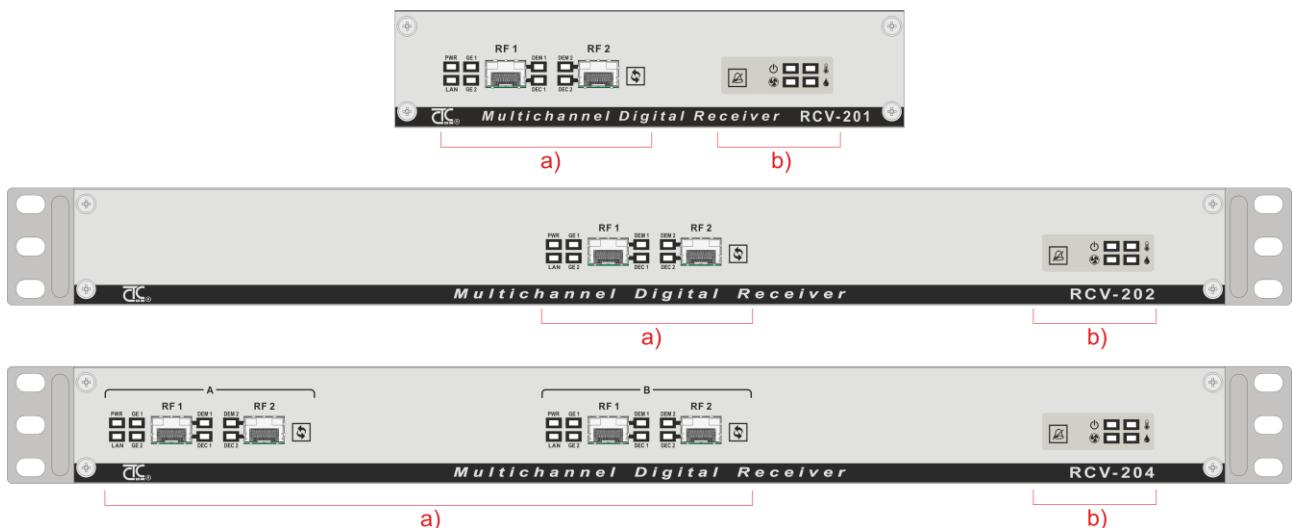

Рисунок 8.1 – Лицевые панели приемников «RCV-20x»
8.2.2 В таблице 8.1 приведены режимы индикации светодиодов платы «FPH», которые являются общими для всего изделия (рис. 8.1, а), в таблице 8.2 приведены режимы индикации светодиодов, относящихся к модулям приема «A» и «B» изделия (рис. 8.1, б).